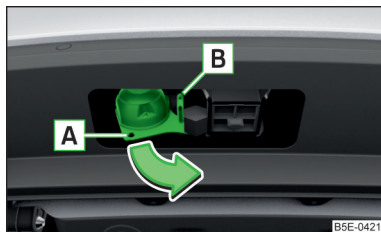

Fig. 282
- Agarrar el enchufe de 13 polos en el área **A** y girarlo en el sentido de la flecha » fig. 282.
- Abrir la tapa del enchufe y conectar el conector del remolque (del accesorio) en el conector de 13 polos **A** » fig. 282. (Si el remolque/accesorio dispone de un conector de 7 polos, usar una reducción correspondiente de los accesorios originales de ŠKODA).